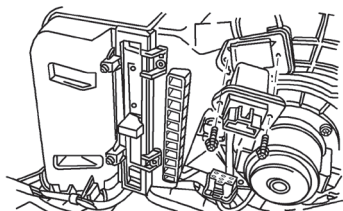

图 5-75 鼓风机电动机电阻器的拆卸
- 4) 拆出鼓风机电动机电阻器固定螺栓如图 5-75 所示。